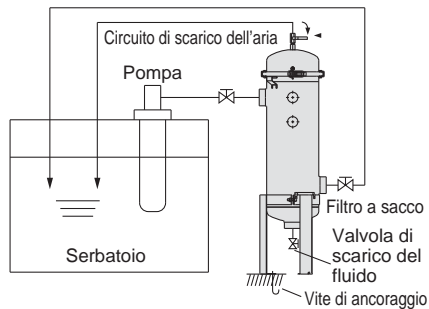

Fig. 1 Esempio di circuito di filtrazione ciclica
1. Utilizzare il prodotto con un circuito con minori fluttuazioni del filtro causate da pressione o flusso. (Fare riferimento alla Fig. 1).